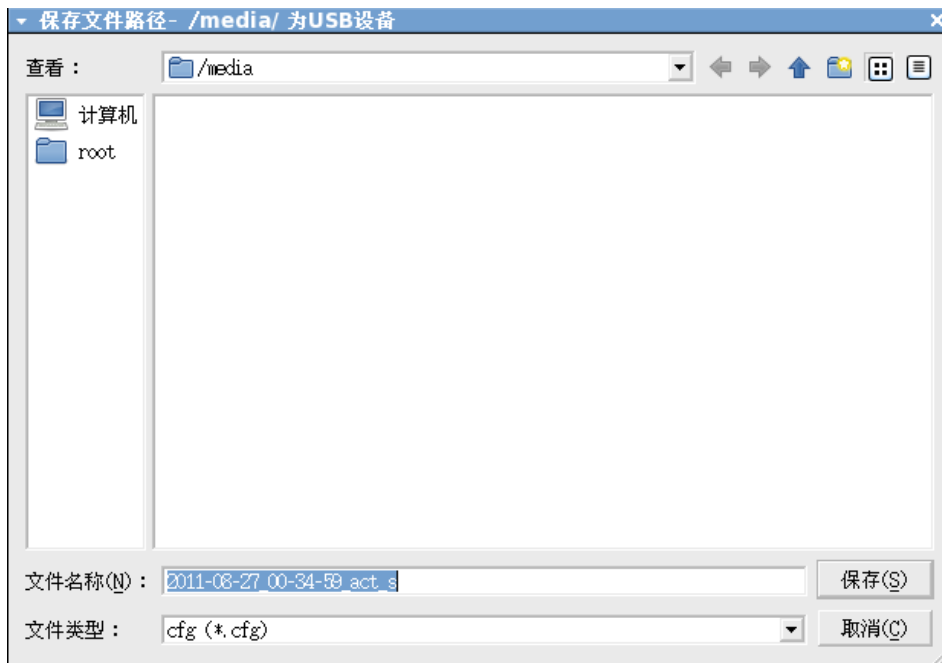

图 3-4 设定保存的格式
- 首先选定要备份的录波文件，然后点击 **另存为** 按钮，在打开的保存设置对话框中设定保存的格式等。如图 3-4 所示：